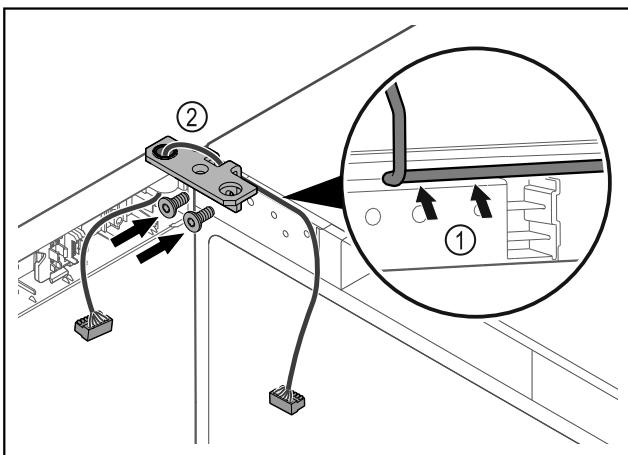

Fig. 48
- ▶ 将电缆穿过合页角铁的缺口并小心铺设 Fig. 48 (1)。
- ▶ 拧上合页角铁 Fig. 48 (2)。